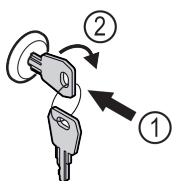

Fig. 127
- ▶ Insérer la clé Fig. 127 (1).
- ▶ Tourner la clé à 90° dans le sens horaire Fig. 127 (2).